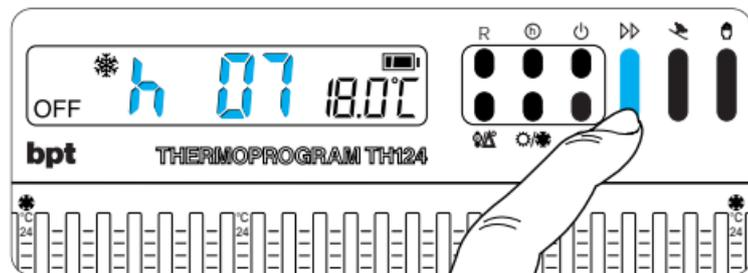

Fig. 40
13.3 - Premere il pulsante  (fig. 40) sino a che,